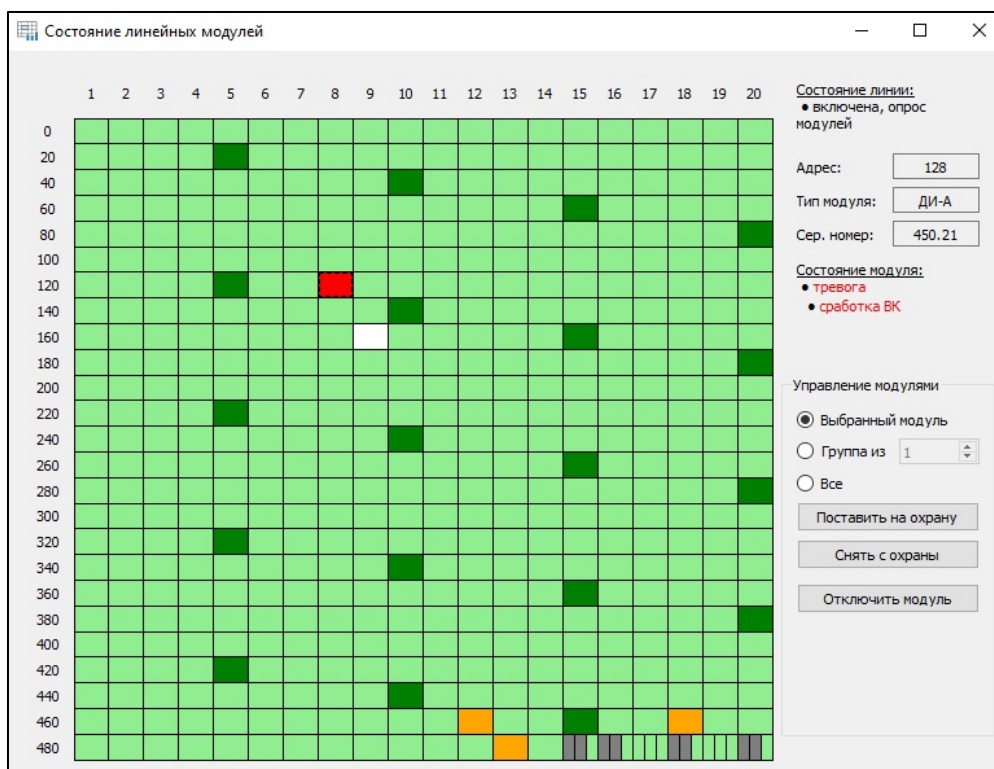

Рисунок 21. ПН "Пунктир-А" окно «Состояние линейных модулей»
6.1.1 Контроль функционирования извещателя осуществляется в окне «Состояние линейных модулей» (Рисунок 21), которое открывается при нажатии кнопки «Форма мониторинга состояния модулей» или через пункт меню «Мониторинг -> Состояние модулей».